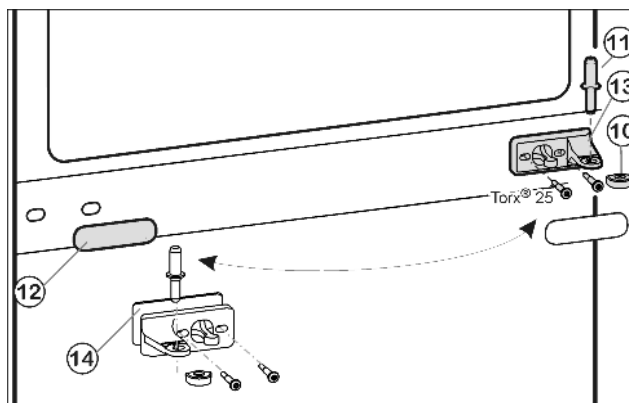
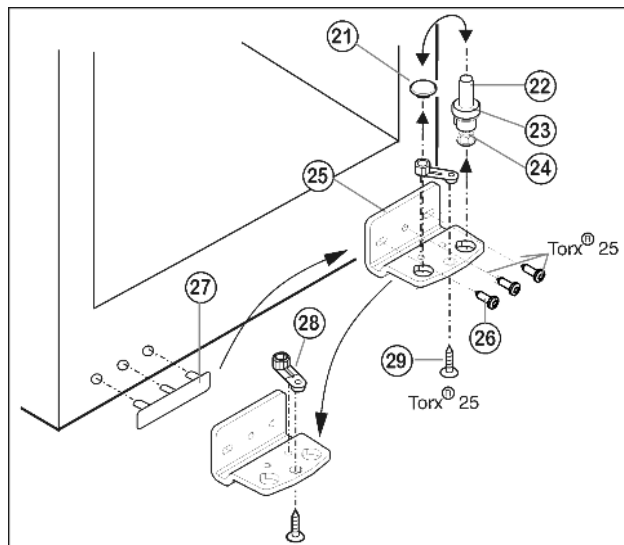

Fig. 8
Fig. 9
- ▶ Prostřední ložiskový čep Fig. 8 (11) vytáhněte ze stojanu ložiska a spodních dveří.
- ▶ Plastovou čepičku Fig. 8 (10) stáhněte.
- ▶ Stojan ložiska uprostřed Fig. 8 (13) odšroubujte (2 krát Torx® 25).
- ▶ Krytku Fig. 8 (12) opatrně stáhněte.
- ▶ Prostřední stojan ložiska Fig. 8 (13) s podložkou Fig. 8 (14) přišroubujte otočený o 180° na novou stranu závěsu (s 4 Nm).
- ▶ Krytku Fig. 8 (12) otočenou o 180° zasuněte na nové straně madla.
- ▶ Ložiskový čep Fig. 9 (22) včetně podložky Fig. 9 (23) a seřizovací nožky Fig. 9 (24) vytáhněte nahoru.
- ▶ Zátku Fig. 9 (21) odstraňte.
- ▶ Stojan ložiska Fig. 9 (25) odšroubujte Fig. 9 (26).
- ▶ Ložiskový díl Fig. 9 (28) odšroubujte Fig. 9 (29) a přemístěte jej do protilehlého upínacího otvoru stojanu ložiska, pak ho znovu pevně přišroubujte.
- ▶ Krytku na straně madla Fig. 9 (27) opatrně vytáhněte a přemístěte na druhou stranu.
- ▶ Stojan ložiska Fig. 9 (25) na nové straně závěsu zase přišroubujte příp. pomocí akumulátorového šroubováku (momentem 4 Nm).
- ▶ Zátku Fig. 9 (21) zase vložte do druhé díry.
- ▶ Ložiskový čep Fig. 9 (22) včetně podložky a seřizovací nožky zase nasadte. Přitom dávejte pozor, aby zajišťovací vačka směřovala dozadu.
- ▶ Spodní dveře nasadte shora na spodní ložiskový čep Fig. 9 (22).
- ▶ Plastovou krytku Fig. 8 (10) nasadte zase na prostřední stojan ložiska Fig. 8 (13).
- ▶ Prostřední ložiskový čep Fig. 8 (11) vložte přes prostřední pouzdro ložiska Fig. 8 (13) do spodních dveří na nové straně závěsu.
- ▶ Horní dvířka usadte na prostředním ložiskovém čepu Fig. 8 (11).
- ▶ Dveře případně pomocí obou podélných děr ve spodním stojanu ložiska Fig. 9 (25) a v prostředním stojanu ložiska Fig. 8 (13) vyrovnějte tak, aby lícovaly. Vyšroubujte prostřední šroub na stojanu ložiska dole Fig. 9 (25).